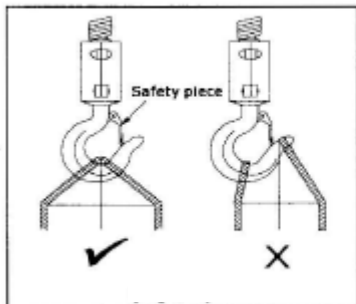

Рисунок 11.1
- Перед запуском удостоверьтесь, что цепь в порядке, груз надежно закреплен. (рис. 11.1.).